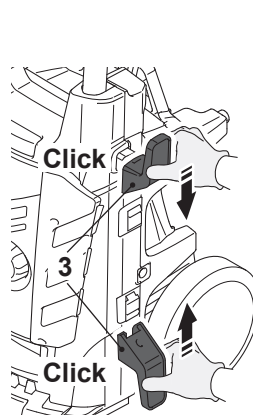

Fig. 1
- > Adjunte los dos soportes del cable de alimentación (3) al producto (Fig. 1). Asegúrese de que quedan bien sujetos.